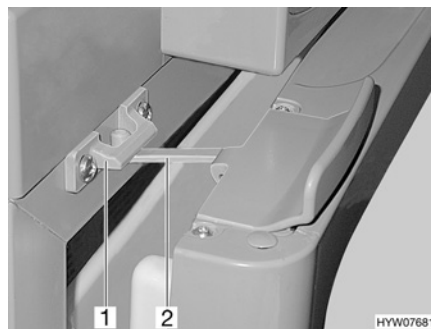

Bild 99 Kylskåpsdörr i ventilationsläge (Thetford)
■ För upp låset (Bild 99,2) och haka fast det i låsfästet (Bild 99,1). Därvid stannar kylskåpsdörren i öppet läge.